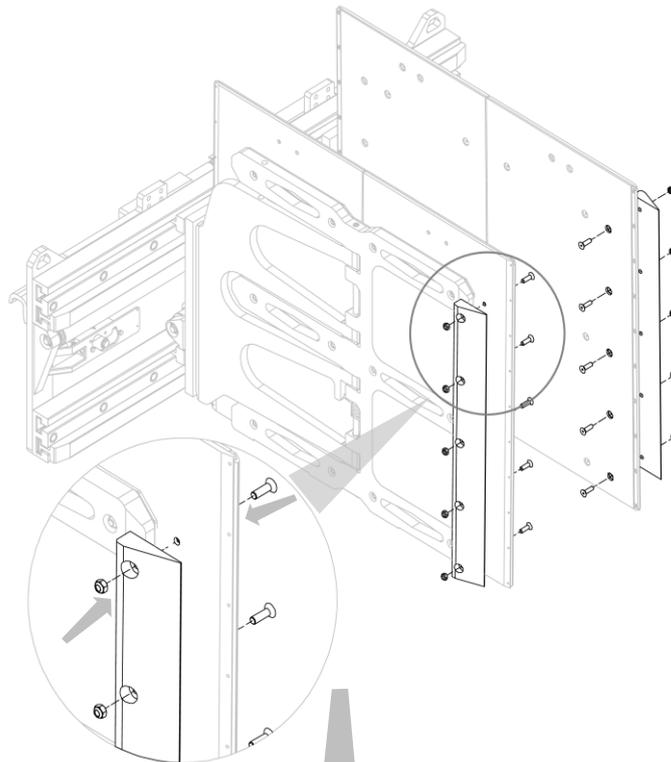
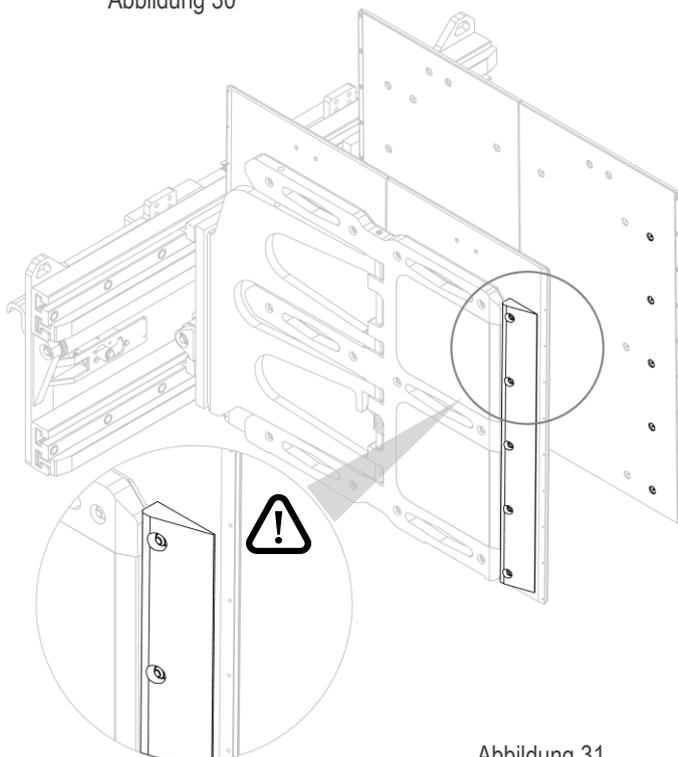

Abbildung 30
Abbildung 31
2. Installieren Sie die Schutzspitzen aus Ertalon (siehe *Abbildung 30* und *Abbildung 31*).